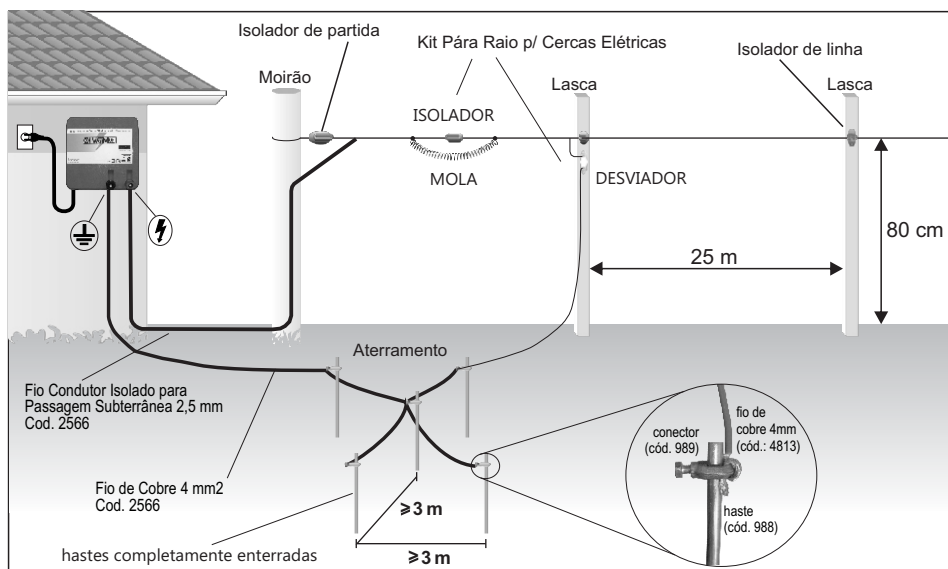

Fig. 3 - Instalação do eletrificador
Para o máximo rendimento do seu eletrificador, instale 3 (se usado o kit para raio) hastes cobreadas de 2 metros enterradas por completo na vertical e separadas a 3 metros uma da outra, (veja Fig. 3) preferencialmente num lugar úmido. Se o solo for seco ou rochoso, poderá ser necessário mais hastes ou acrescentar um arame terra na cerca. Conecte firmemente um fio de cobre utilizando o conector (código 989) conforme figura 3. A outra extremidade do fio conectar ao terminal "Terra" (⚡) do eletrificador. Deve-se manter uma distância de pelo menos 10 mts entre as hastes de aterramento e quaisquer outros aterramento de proteção da rede elétrica, de sistemas de ordenha do sistema de telecomunicações e equipamentos em geral.
- ◆ O local deve ter espaço para fazer um bom aterramento. Isolar a área do trânsito de animais e pessoas (veja a Fig. 3).